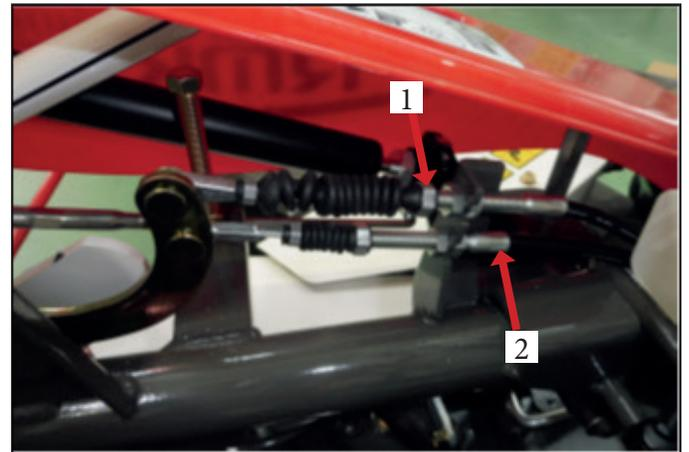

Abb. 35
- Wenn der Keilriemen durchrutscht, stellen Sie den Bowdenzug (Abb. 35, Pos. 1) so ein, dass die Spannfeder richtig gespannt ist.
- Wenn das Messer nicht innerhalb von 5 Sekunden stehen bleibt, so stellen Sie den Bowdenzug (Abb. 35, Pos. 2) ein.